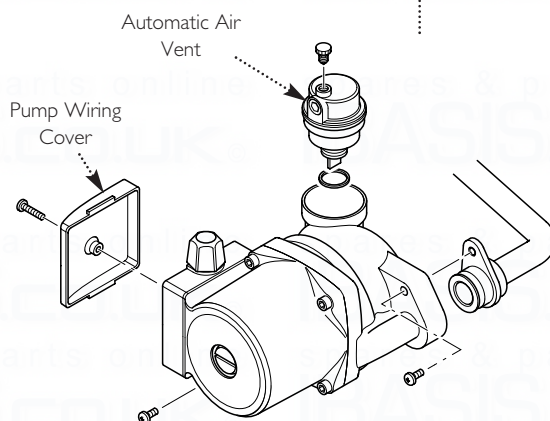

Fig. 80
14.14 Pump - Complete (Fig. 80)
14.15 Automatic Air Vent (Fig. 80)